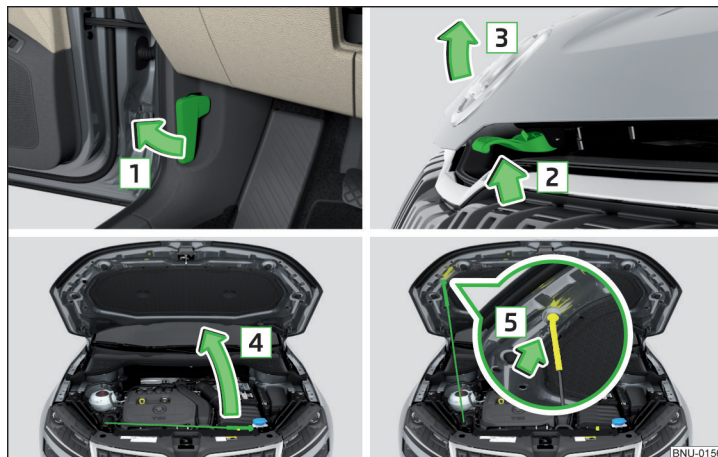

Fig. 305 Deschiderea capotei
- › Deschideți portiera din față și trageți de maneta de deblocare aflată sub planșa de bord în sensul săgeții 1 » fig. 305.